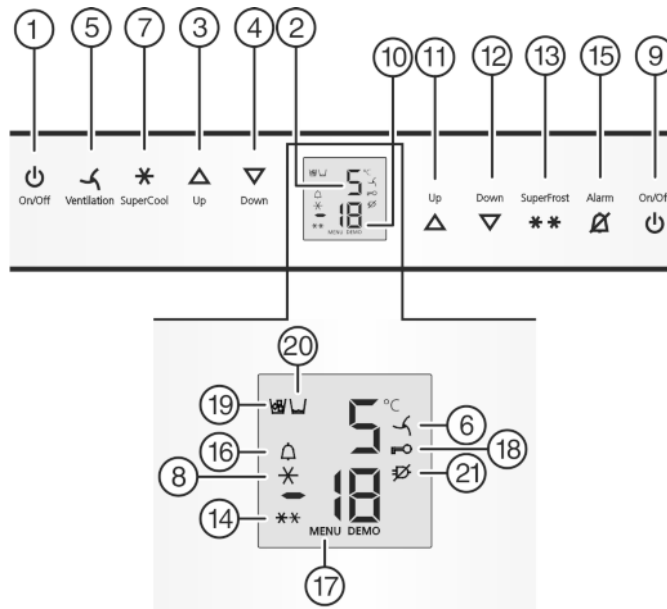

Fig. 2
- ▶ Appuyer sur la touche On/Off du congélateur Fig. 2 (9).
- ▶ Appuyer sur la touche On/Off du réfrigérateur Fig. 2 (1).
- ▶ Activer le mode de réglage : appuyer env. 5 sec. sur la touche SuperFrost Fig. 2 (13).
- ▷ Le symbole Menu Fig. 2 (17) est allumé.
- ▶ Confirmer : appuyer brièvement sur la touche SuperFrost Fig. 2 (13).
- ▶ Appuyer brièvement sur la touche SuperFrost Fig. 2 (13) pour activer la sécurité enfants.
- ▷ Le symbole Sécurité enfants Fig. 2 (18) est allumé. L'affichage **c** clignote.
- ▶ appuyer brièvement sur la touche SuperFrost Fig. 2 (13) pour désactiver la sécurité enfants.
- ▷ Le symbole Sécurité enfants Fig. 2 (18) s'éteint. L'affichage **c** clignote.
- ▶ Désactiver le mode de réglage : appuyer sur la touche On/Off du congélateur Fig. 2 (9).
- ▶ Appuyer sur la touche Alarme Fig. 2 (15).
L'affichage de la température clignote en même temps que le symbole Alarme Fig. 2 (16).